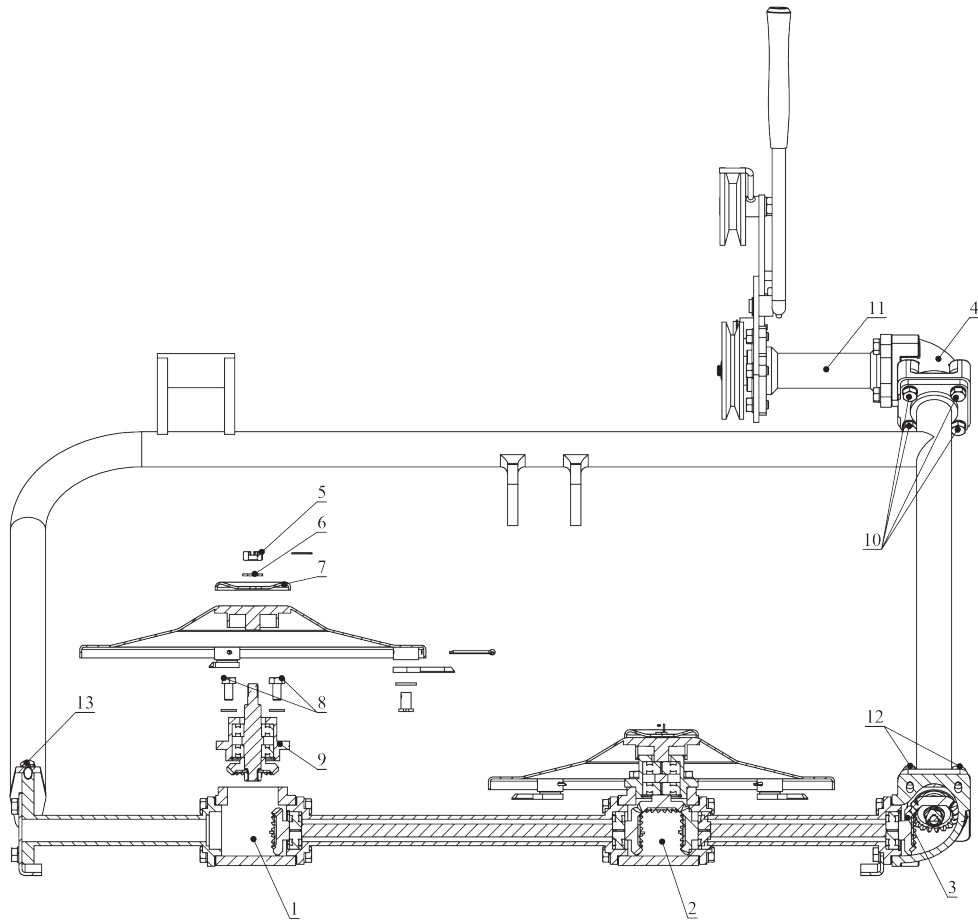

Рисунок 4.
- ▶ Для заполнения редуктора привода первого и второго режущих дисков (поз. 1 и 2, рис. 4) необходимо расконтрить и отвернуть гайку (поз. 5, рис. 4), снять шайбу и защитную крышку (поз. 6 и 7, рис. 4), отвернуть четыре болта (поз. 8 рис. 4), снять пружинные шайбы и корпус ведомой шестерни (поз. 9, рис. 4). В полость корпуса редуктора (поз. 1 и 2, рис. 4) добавить 100 смз солидола ГОСТ 4366-76, или литола ГОСТ 21150-87. Сборку произвести в обратном порядке.
- ▶ Для заполнения верхнего углового редуктора (поз. 4, рис. 4) необходимо отвернуть четыре болта крепления редуктора к раме (поз. 10, рис. 4), затем снять редуктор (поз. 4, рис. 4) вместе с приводом от шкива (поз. 11, рис. 4). В полость редуктора добавить 50 смз солидола ГОСТ 4366-76, или литола ГОСТ 21150-87. Сборку редуктора произвести в обратном порядке.
- ▶ Для заполнения нижнего углового редуктора (поз. 3, рис. 4) необходимо отвернуть четыре болта крепления редуктора к раме (поз. 12, рис. 4) и два болта крепления редуктора привода второго режущего диска к раме (поз. 13, рис. 4), затем снять нижний угловой редуктор (поз. 3) вместе с редукторами (поз. 1 и 2). В полость редуктора (поз. 3) добавить 50 смз солидола ГОСТ 4366-76 или литола ГОСТ 21150-87. Сборку произвести в обратном порядке.